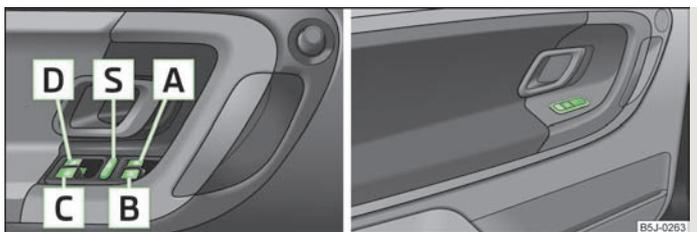

Fig. 18 Tasti nella porta lato guida / tasti nelle porte posteriori
- Se si trasportano bambini nei sedili posteriori, si raccomanda di mettere fuori servizio gli alzacristalli elettrici delle porte posteriori (interruttore di sicurezza **S**) » fig. 18.
Premendo nuovamente l'interruttore di sicurezza è possibile riattivare i tasti degli alzacristalli delle porte posteriori.» fig. 18 Premendo nuovamente l'interruttore di sicurezza è possibile riattivare i tasti degli alzacristalli delle porte posteriori.